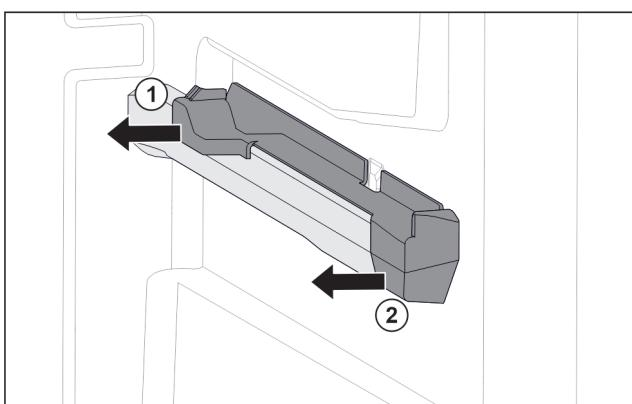

Fig. 31 Вставна частина на правому ребрі для резервуару
- Відсунути вставну частину назад вбік. Fig. 31 (1)
- Відсунути вставну частину вперед вбік. Fig. 31 (2)